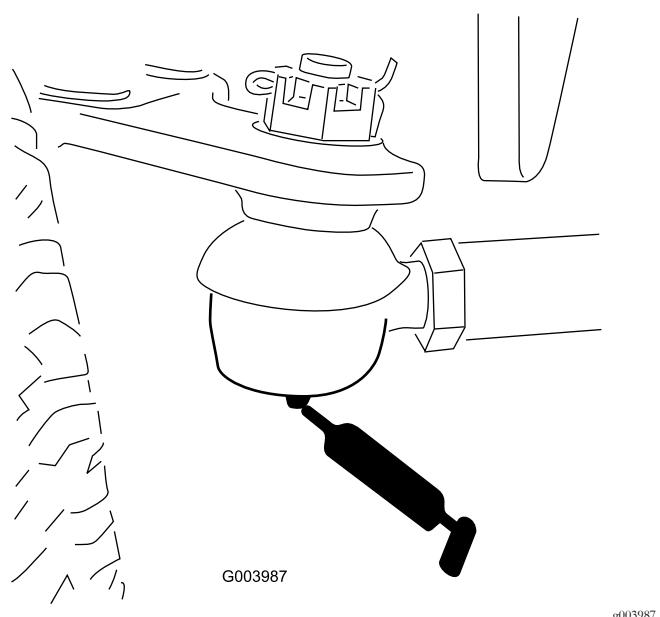

Figure 33
- Biellette d'essieu arrière (2)—Figure 33